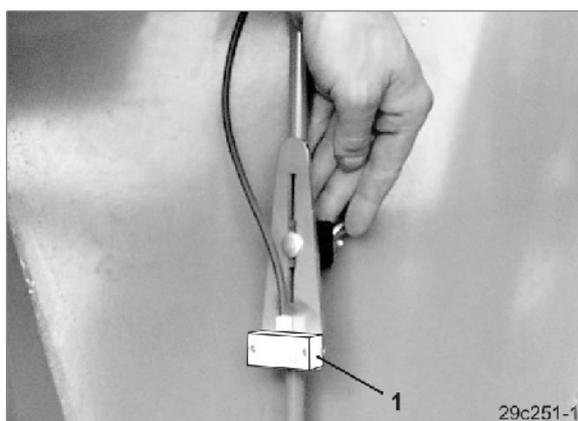

Fig. 80
- filtre de trémie repliable à verrouillage (Fig. 80/1).
La hauteur du capteur de niveau de remplissage (Fig. 80/1) dans la trémie est réglable. Il est ainsi possible de régler la valeur du reliquat de semences qui doit déclencher le message d'avertissement et le signal sonore.